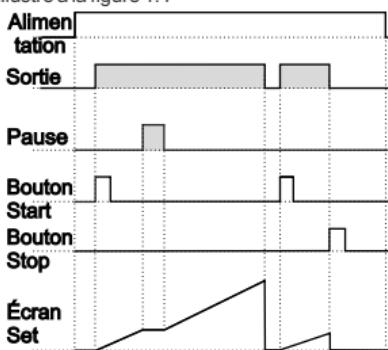

Figure 1.3
1.2.1 Si le comptage est **dEct** = 0 et que **outF** est **o-n**, le schéma de commande sera celui illustré à la figure 1.3